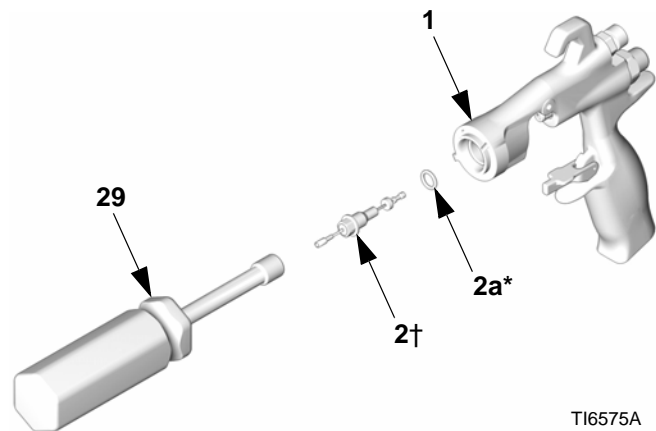

FIG. 43
5. Skyv setet (10) på akslingen (9). Pass på at den skrå enden på setet vender mot den tykkere enden av akslingen. Sett akslingen (9) og setet (10) inn i luftventilen (8*).
6. Monter de to fjærene (15 og 19). Skru fjærdekselet (11) i baksiden av pistolkroppen. Trekkes til med et moment på 175-185 in-lb (20-21 N•m).
7. Smør forsiktig nålenhetens o-ringer og akslingen i området pakningen beveger seg. Forsikre deg om at o-ringene (2a*) sitter på plass i pistolhuset (1).
8. Sett nålenheten (2) inn i pistolens forside. Bruk muttertrekkeren (29) til å skru væskenaålenheten inn i pistolhuset (1) og trekk til med moment 6-7 N•m. Se FIG. 43.